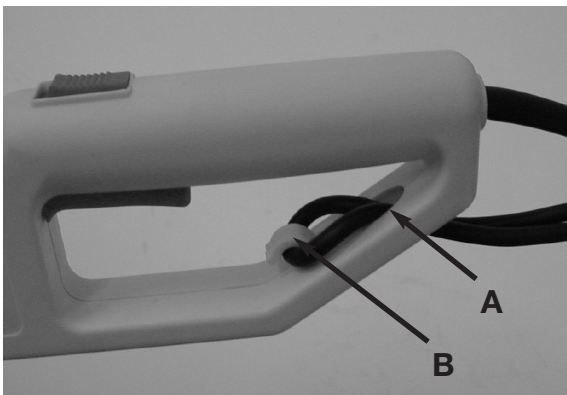

Fig. 11
- Placez la boucle dans la fente (A) sous la poignée arrière et verrouillez la en place avec la pièce de retenue de cordon (B) comme illustré dans la Figure 11.